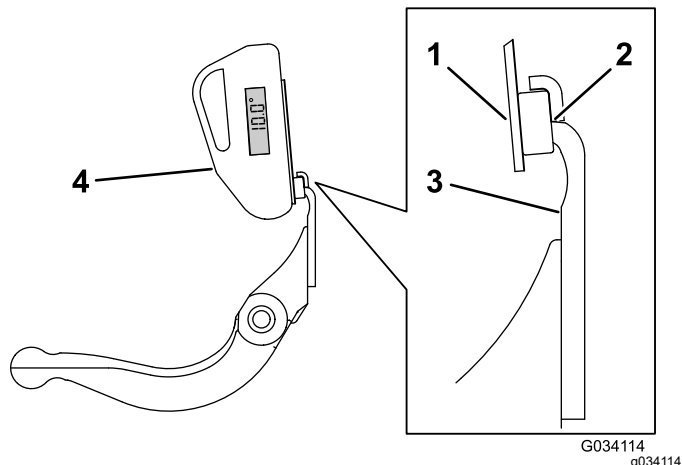

Figura 25
- Coloque el soporte del indicador de ángulo sobre el filo de la contracuchilla de manera que el borde del imán esté enrasado con el filo de la contracuchilla (Figura 25).
- Coloque el indicador de ángulo en el soporte, según se muestra en Figura 25.